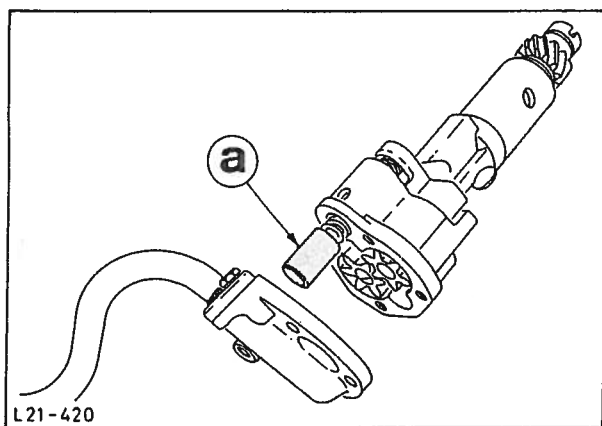

Fig. 35 Oljepumpe.
- Trykkreduksjonsventilen, fig. 35 som er plassert i oljepumpen åpner en boring i veivhuset når trykket i systemet er for høyt.